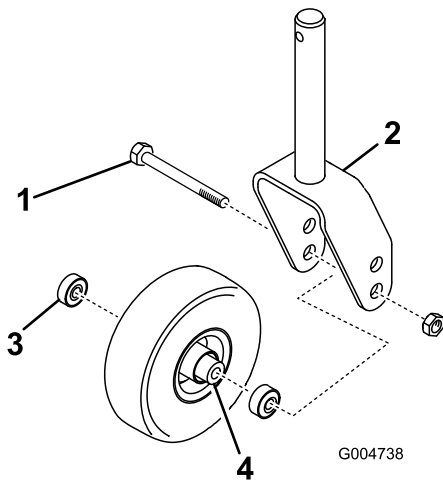
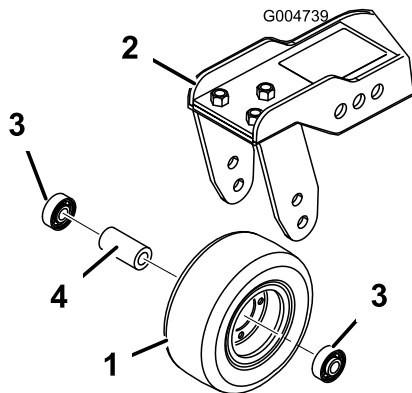

Bild 105
Bild 106
1. Entfernen Sie die Sicherungsmutter von der Schraube, mit der das Laufrad zwischen der Laufradgabel (Bild 105) oder dem Laufradgelenkarm (Bild 106) befestigt ist.
- Entfernen Sie das Lager aus der Radnabe und lassen das Lagerdistanzstück herausfallen (Bild 105 und Bild 106).